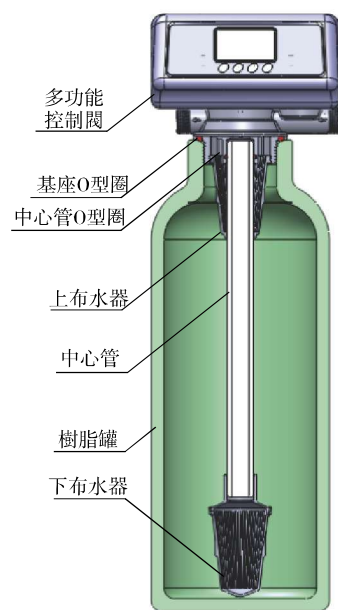

图1-1
①装控制阀
- a、按图1-1所示,选取相应尺寸的中心管,把中心管与下布水器用胶封固。放入罐体底部,将超过罐口部分的中心管截断并外部倒圆。